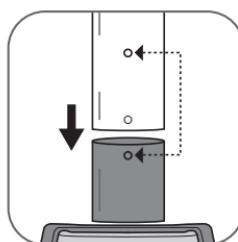

fig. 3
3. Insérez le pôle dans la base en appuyant vers le bas, jusqu'à ce que les trous du mât et de la base soient au même niveau, de manière à remettre la vis. Si les trous ne correspondent pas, vérifiez que les clips du mât soient bien déverrouillés. (*fig. 3*)